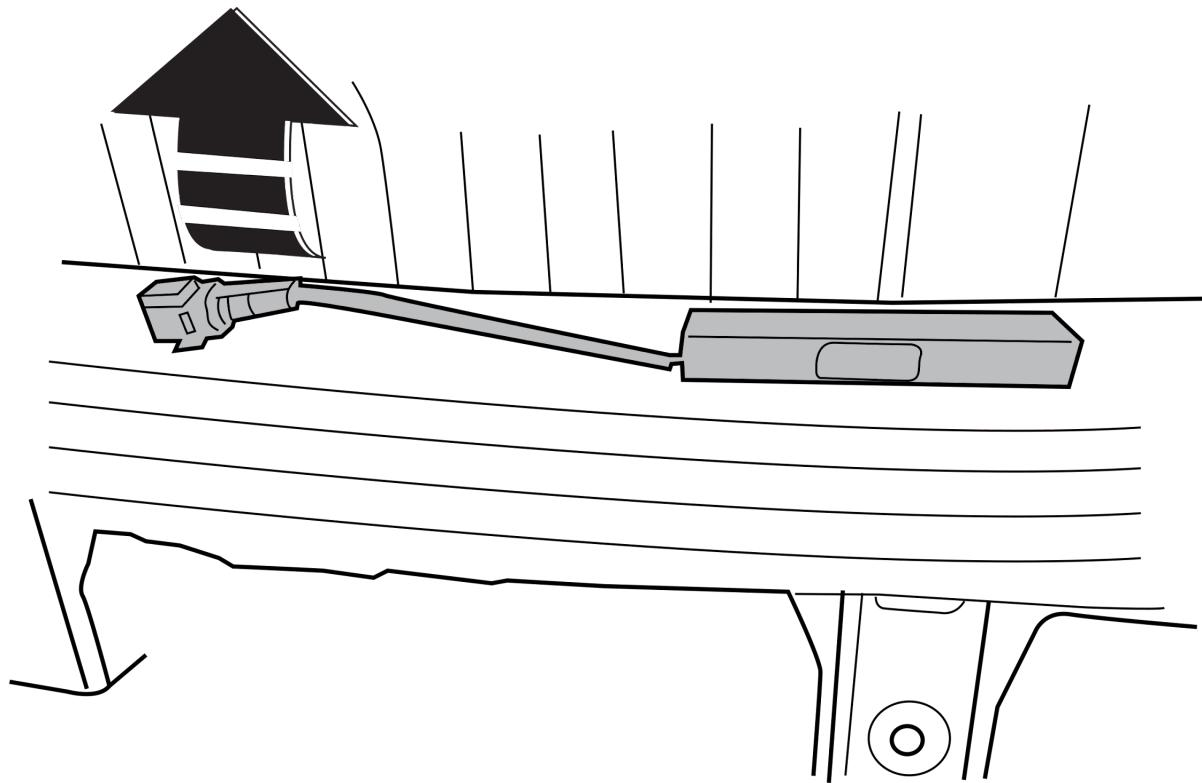

Fig. 2
- Внимание, если имеются: Демонтируйте парковочный датчик. См. рисунок 2